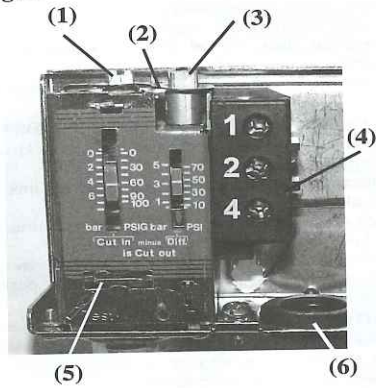

Fig. 7
- Pressione di prova max PT: vedi Fig. 7
- Pressione di funzione max PS: vedi Fig. 7
(2) Campo di Lavoro (Fig.7):